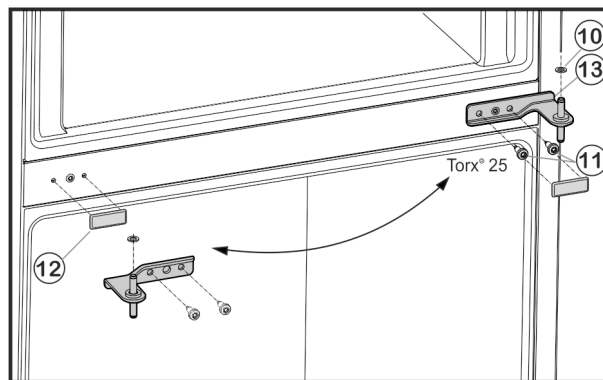

Fig. 6
- ▶ Tekerje ki a rögzítőcsavarokat Fig. 6 (11) (2 db Torx® 25), és húzza ki a középső csapágybakot az alsó ajtóból.
- ▶ Vegye le a műanyag alátétet Fig. 6 (10).
- ▶ Óvatosan húzza le a fedelet Fig. 6 (12).
- ▶ A fedelet Fig. 6 (12) az ellenkező oldalon szerelje vissza.
- ▶ A középső csapágybakot *Fig. 6 (13)* 180°-kal elfordítva csavarozza be az alsó ajtóba rögzítőcsavarokkal *Fig. 6 (11)* (2 db Torx® 25) **erősen (4 Nm-es nyomatékkal)** az új csuklópánt oldalára.
- ▶ Helyezze vissza a műanyag alátéteket *Fig. 6 (10)*.
- ▶ A felső ajtót helyezze a középső csapágybakra *Fig. 6 (13)*.